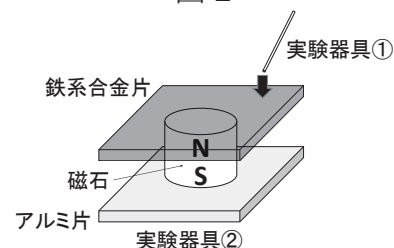
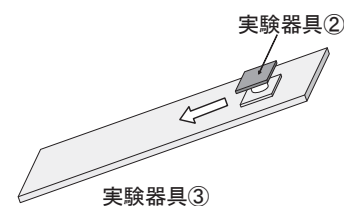

図3
図4
ここで磁束に関する実験1と2を行います。皆さんの前には、3つの実験器具 ①鉄製の針、②磁石のN極側に鉄系合金片およびS極側にアルミ片を固定した磁石ユニット、③アルミ板があります(図3、図4)。なお、鉄系合金片の透磁率を100、アルミ、空気、磁石の透磁率を1とします。
実験2 図4を参考にして、実験器具②の磁石ユニットを実験器具③のアルミ板上で滑り落としなさい。この時、磁石ユニットの鉄系合金片を下にするよりも、アルミ片を下にする方がゆっくり滑り落ちることを確認しなさい。